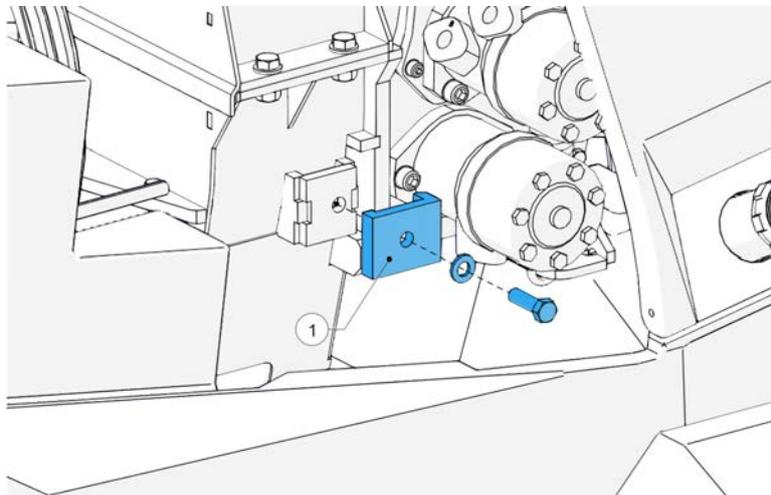

Figure 65 - Position de la fixation de l'enclume
4. Localisez la fixation de l'enclume (1, Figure 65).